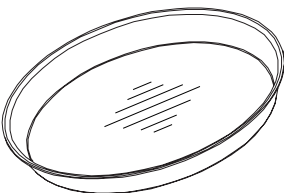

Fig. 11
• **De KROKANTPLAAT Fig. 11):**